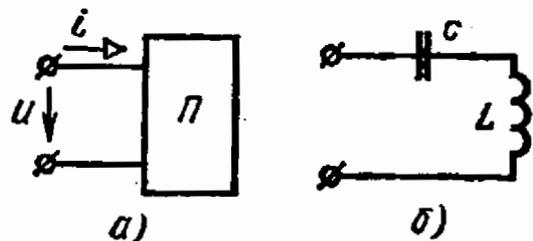

Рис. 8.20
8.20. Напряжение и ток пассивного двухполюсника рис.8.20, а заданы выражениями
Решение. Рассмотрим гармонический состав тока и напряжения. Постоянная составляющая напряжения отличается от нуля, а ток не содержит постоянной составляющей, следовательно, входное сопротивление двухполюсника по постоянной составляющей бесконечно велико. По условиям задачи $I_{(1)m} = 0,5$ А, в то время как основная гармоника кривой напряжения отсутствует: $U_{(1)m} = 0$, следовательно, входное сопротивление двухполюсника на частоте основной гармоники равно нулю. Такое сопротивление имеет двухполюсник рис. 8.20, б в режиме резонанса напряжений, когда $\omega L = 1/\omega C$.
Сопротивление двухполюсника (рис. 8.20, б) по постоянной составляющей равно бесконечности, а сопротивление двухполюсника по третьей гармонике $z_{(3)} = U_{(3)m}/I_{(3)m} = 4/0,1 = 40$ Ом.
Для двухполюсника рис. 8.20, б это сопротивление определяется выражением $z_{(3)} = 3\omega L - 1/3\omega C$, следовательно, $3\omega L - 1/3\omega C = 40$ Ом. Так как $\omega = 1884$ рад/с и $\omega L = 1/\omega C$, параметры эквивалентной схемы должны равняться $L = 7,98$ мГ и $C = 35,4$ мкФ.